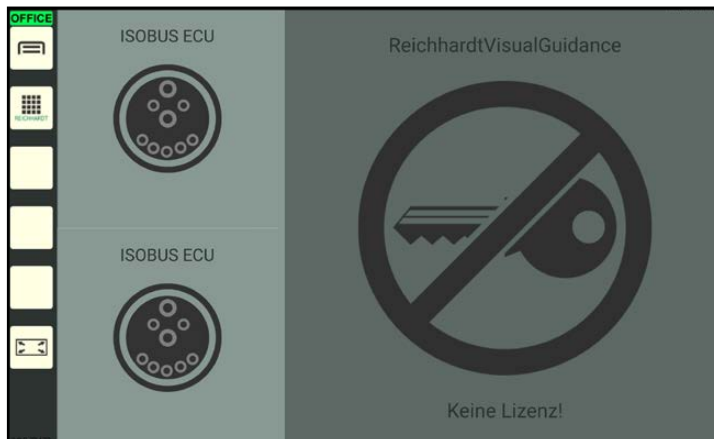

Abb. 92: ISOBUS-Anwendungen im Office-Modus
- ist die SMART GUIDE-Anwendung nicht verfügbar, da die Lizenz und/oder die Positionsdaten nicht verfügbar sind (siehe Abb. 92).